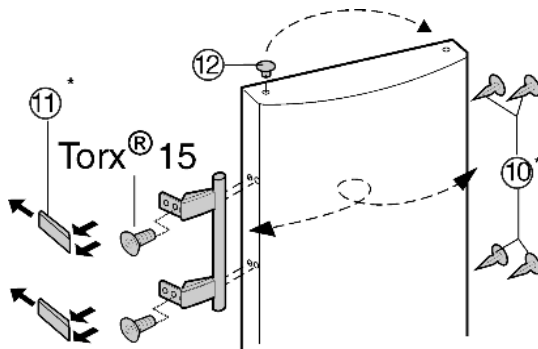

Fig. 9
- ▶ Stopfen *Fig. 9 (12)* aus der Türlagerbuchse herausheben und umsetzen.
- ▶ Türgriff, Stopfen *Fig. 9 (10)* und Druckplatten *Fig. 9 (11)* abmontieren und auf die Gegenseite umsetzen.